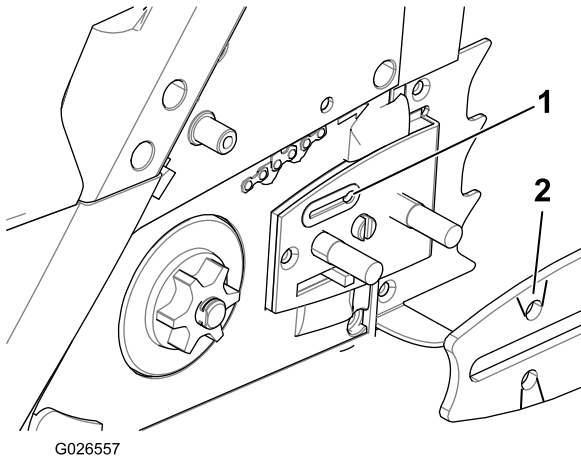

Figura 28
4. Revise las ranuras de la espada y los orificios de paso de aceite para ver si hay suciedad. Si es necesario, límpielos (Figura 28).